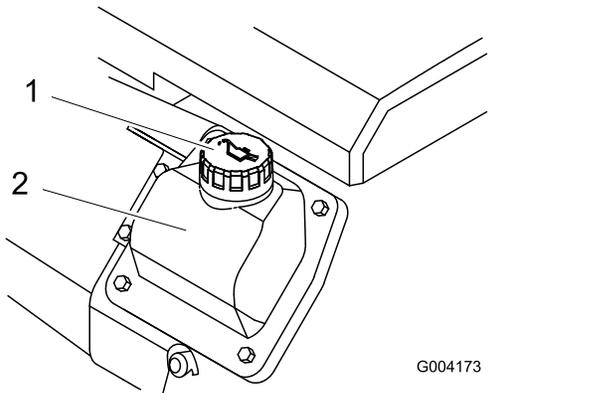

Рисунок 36
8. В случае низкого уровня масла очистите область вокруг крышки заливной горловины и снимите крышку (Рисунок 36).
6. Снимите крышку маслозаливной горловины (Рисунок 36) и медленно залейте примерно 80% от указанного количества масла через крышку клапана.
- Снимите крышку маслозаливной горловины (**Рисунок 36**) и медленно залейте примерно 80% от указанного количества масла через крышку клапана.